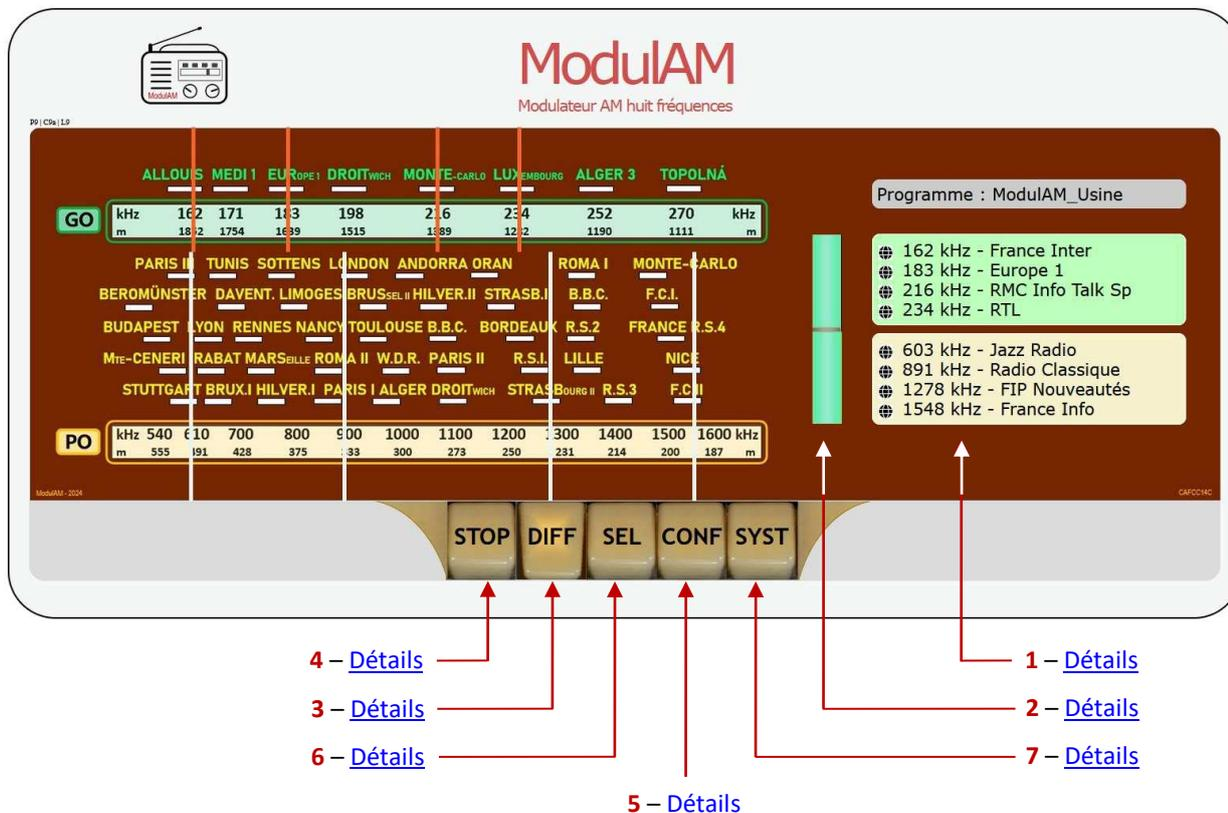

Figure VI-2 : écran d'accueil visible lors du lancement de l'IHM du **ModulAM**.
- ✓ L'écran d'accueil de l'IHM (figure VI-2 ci-dessous) doit s'afficher très rapidement.